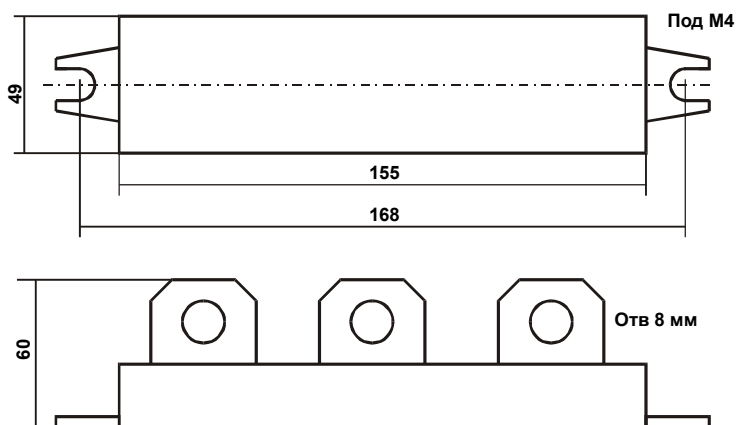

Рис. 2. Габаритные и установочные размеры процессорного блока и блока датчиков тока.
- 6.5 Произведите подключение прибора в соответствии со схемой приведенной на рис.2. При монтаже внешних проводов рекомендуется их облуживать для обеспечения надежного контакта.